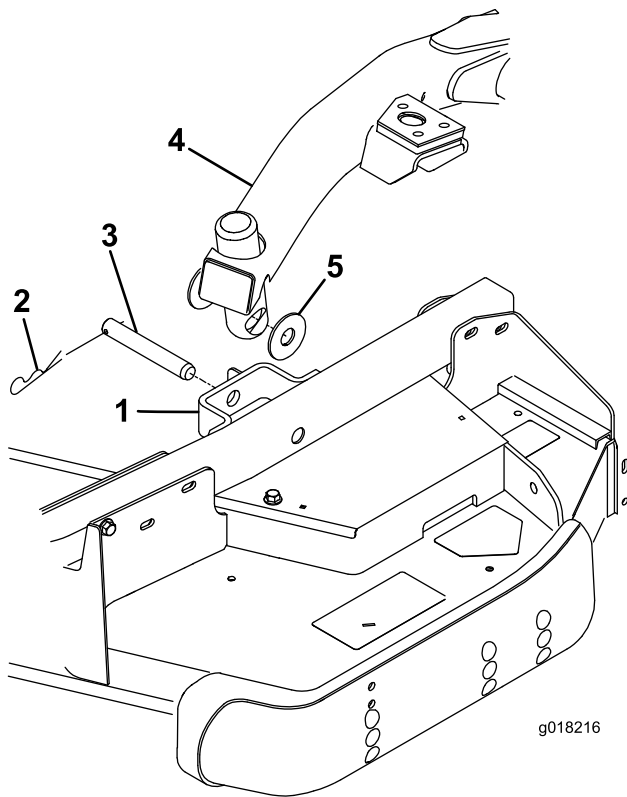

图 26
4. 将摇臂开关向上按至浮动位置。向下推提升臂直至提升臂中的孔与脚轮臂支架中的孔对齐而且您可以将剪草高度杆插入提升臂垫中图 26。
5. 用 2 个止推垫圈、1 个柱销和 1 个发卡销将提升臂固定至脚轮臂将止推垫圈放在提升臂和脚轮臂支架之间图 26 并将开口销的一端插入脚轮臂凸耳的槽中以固定开口销。